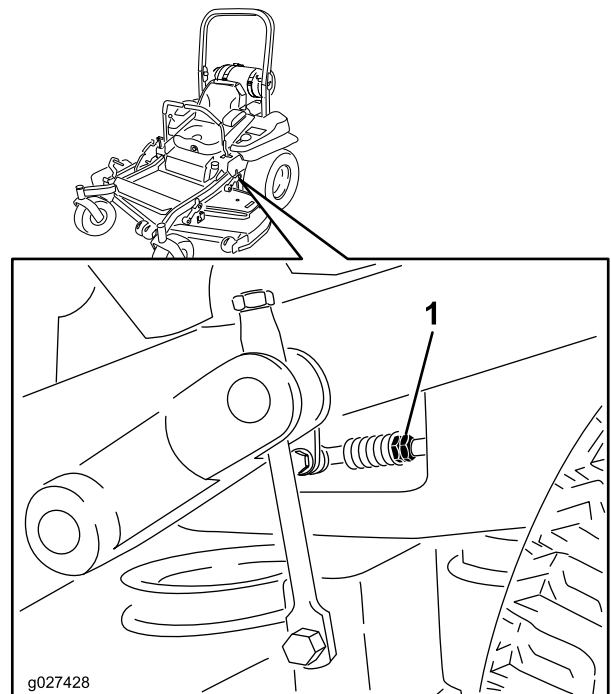

Figura 81
8. Ajuste la longitud de las varillas de control de las bombas girando las tuercas dobles de la varilla en el sentido apropiado, hasta que las ruedas se muevan ligeramente en marcha atrás (Figura 81).